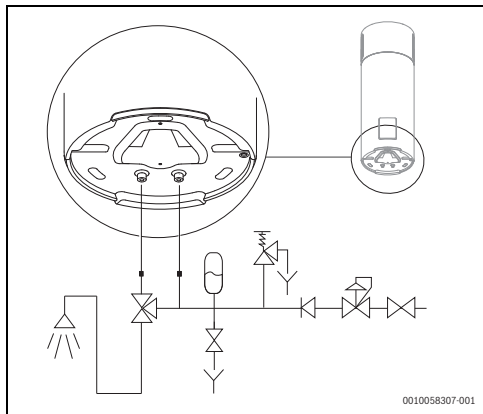

Fig. 20 Raccordements à l'alimentation en eau
L'installateur du système est tenu d'installer une soupape de sécurité de 8 bar sur le tube d'alimentation en eau froide (Fig. 20).
La conduite raccordée à la soupape de sécurité doit être installée en pente descendante. Elle doit également être placée dans un endroit protégé contre la formation de glace (Fig. 20).
Pendant le fonctionnement, ne jamais fermer la vanne d'arrêt de l'eau. (→ Fig. 20, page 21).
- ▶ Installer un vase d'expansion.¹⁾ (→Fig. 20) pour empêcher la soupape de sécurité de s'ouvrir aussi souvent.